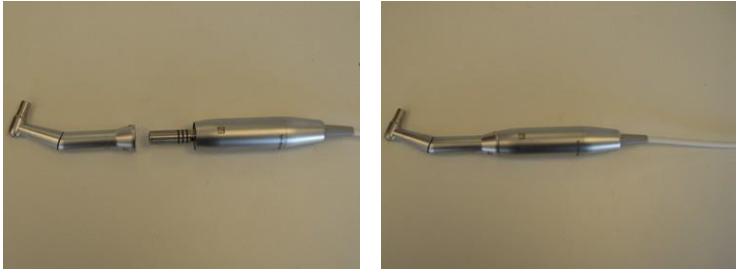

Figura 3-50. Introducción del cabezal de contraángulo en el rotor
6. Introduzca el cabezal de contraángulo de la pieza manual en el rotor empujando el cabezal en el rotor, como se muestra en la Figura 3-50.